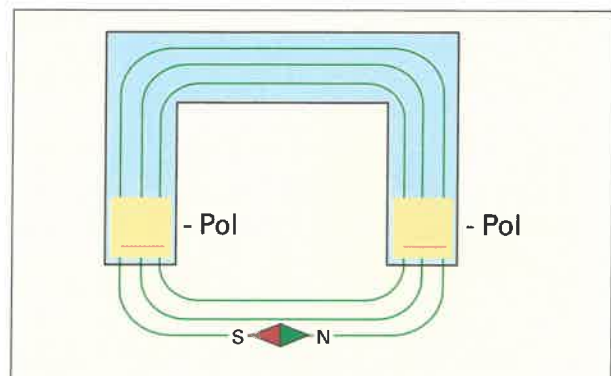

Bild 5: Magnetnadel im Magnetfeld
15. Im Bild 5 ist eine Magnetnadel im äußeren Magnetfeld des Hufeisenmagneten in der angegebenen Richtung ausgerichtet. Benennen Sie die Pole des Hufeisenmagneten.